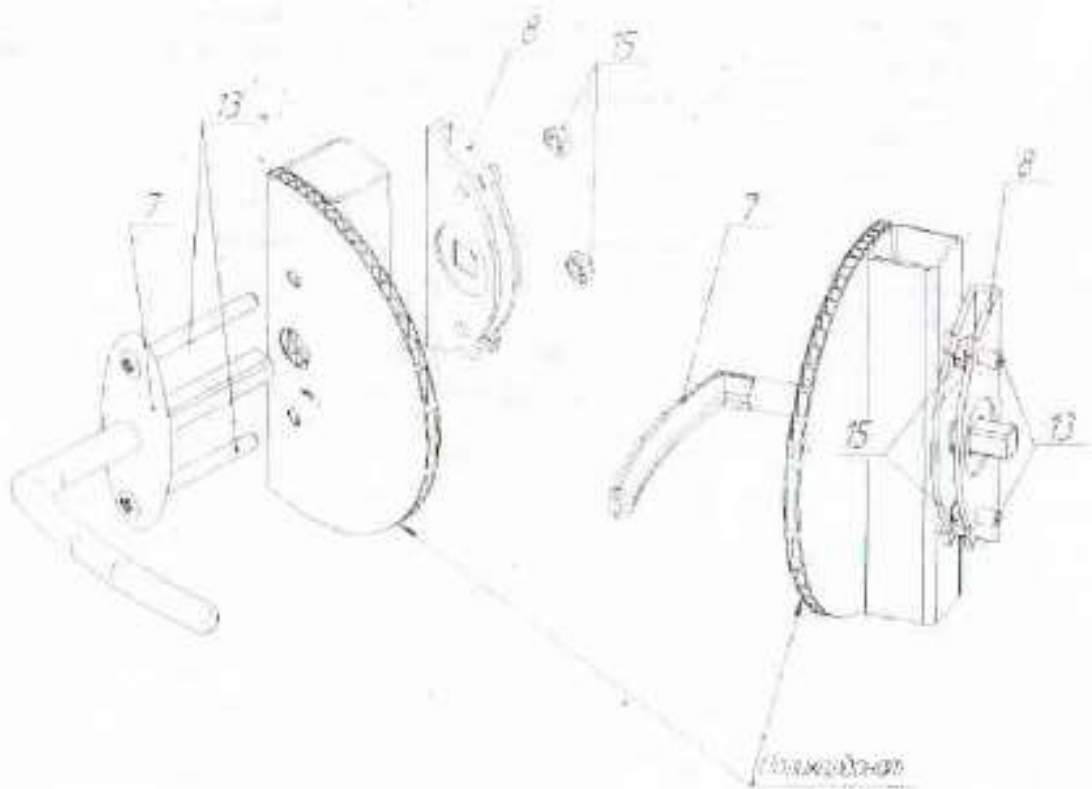

Рис. 2
5.2 Установите на торцы ручки с задвижками (рис. 2).